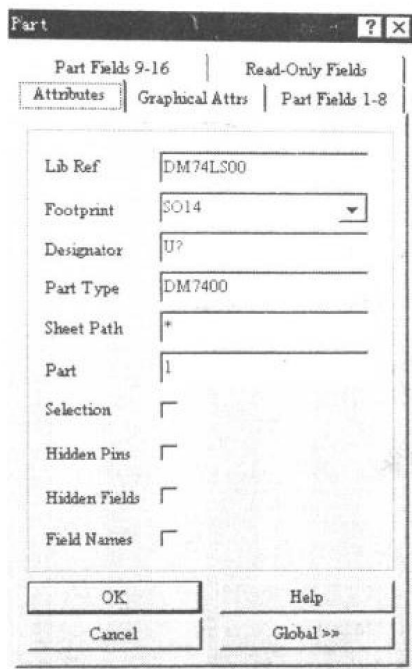

图1.4 集成电路的属性图
对象的特性描述称为属性。例如数字集成电路的属性如图 1.4 所示。
(1) Attributes 页面, 见图 1.4。该页面上的属性是基本属性, 是需要经常修改的。其中 Lib Ref: 在元件库中的元件名称。